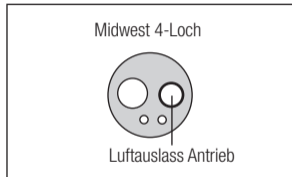

Abb. 12
- 3) Setzen Sie die Sprühdüse in den Antriebsluftauslass des Handstück ein. Halten Sie den Handstück fest und sprühen Sie für die Dauer von etwa 2-3 Sekunden. Tragen Sie Schmiermittel auf, bis es mindestens 2 Sekunden lang aus dem Handstückkopf austritt. (Abb. 12)
- 2) Geben Sie 1-2 Tropfen Schmieröl in den in Abb. 12 gezeigten Antriebsluftauslass.